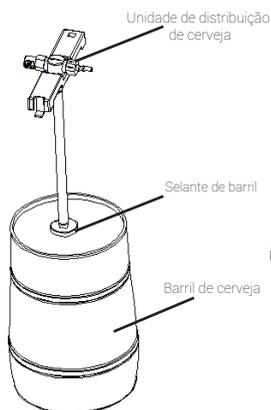

Figura 10
2. Insira o Pino de Perfuração (Figura 10) no lacre do barril (talvez seja necessário rasgar o anel com a marca ou substituir o lacre por outro apropriado). Pressione o Conector Barril / Pino de Perfuração (Figura 10) sobre o lacre e então o empurre rápido e totalmente no barril. Monte novamente o mecanismo da torneira; você ouvirá um som de um clique que indicará que o mecanismo da torneira se encaixou perfeitamente no barril de chope.